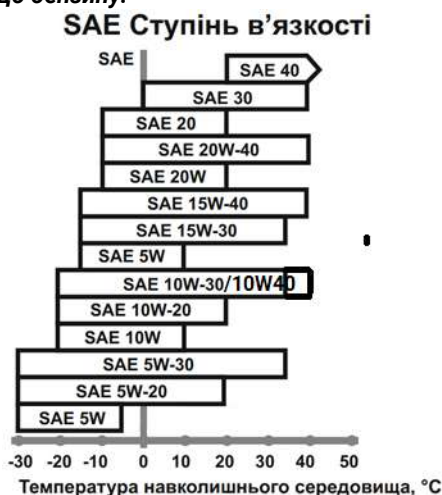

Рисунок 4. Залежність густини мастила від температури сезону.
1. Виріб постачається без моторного мастила у картері двигуна. Перед заправленням перевірити відповідність параметрів вибраного мастила для дизельних двигунів рекомендаціям вказаним на рис. 4.